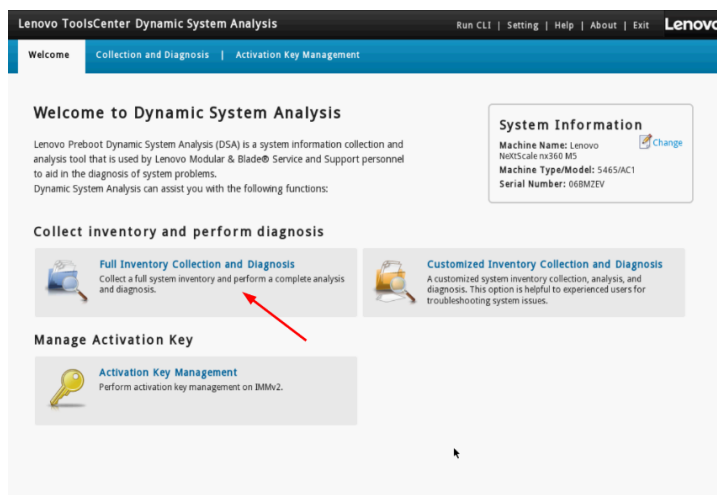

图 12: DSA 预启动版 welcome 页面
5. 在图形化 DSA welcome 页面，单击 Full Inventory Collection and Diagnosis，如图 12 所示；